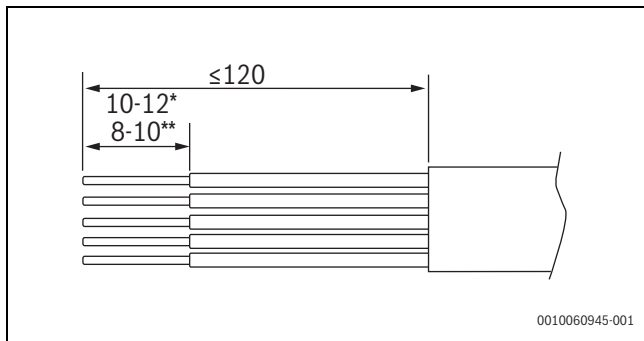

Fig. 34 Dénudage des fils pour le raccordement secteur (mm)
- ▶ Faire passer le câble de raccordement pour l'alimentation électrique dans le presse-étoupe situé à gauche (1). Serrer avec un couple de 4,8 Nm.
- ▶ Faire passer le câble de raccordement pour le BUS CAN dans le presse-étoupe situé à gauche (2). Serrer manuellement.
- ▶ Dénuder les câbles comme illustré à la →Figure 34.